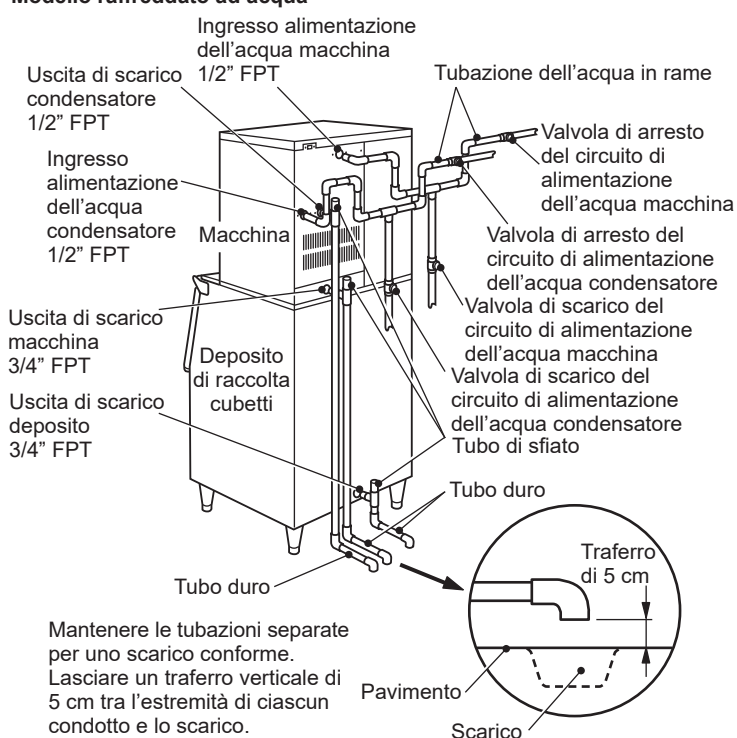

Fig. 7
* Per un corretto flusso di drenaggio è necessario un raccordo a T forato. Vedere Fig. 7.
* Il circuito di scarico della macchina e il circuito di scarico del deposito di raccolta/distributore devono funzionare separatamente. Vedere Fig. 7.